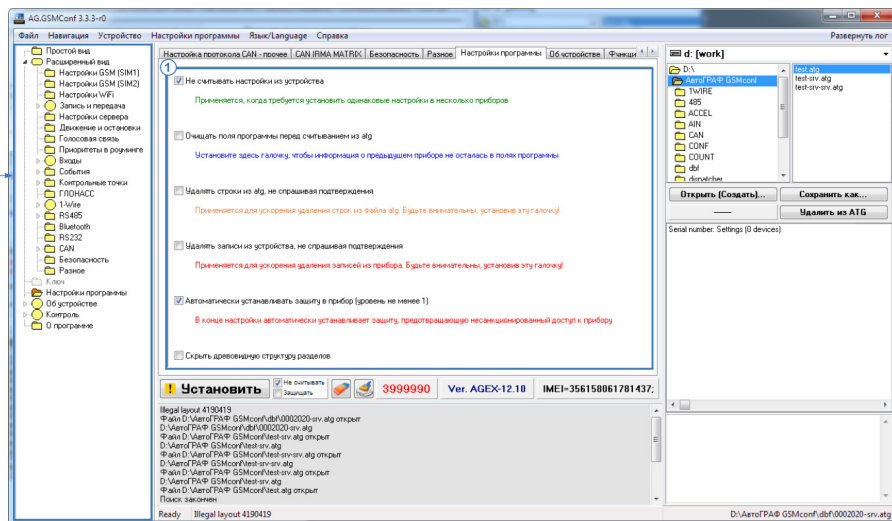

Рис.11. Вкладка «Настройки программы».
- **Скрыть древовидную структуру разделов** – включение опции скрывает боковую панель (Рис.11, п. 2).